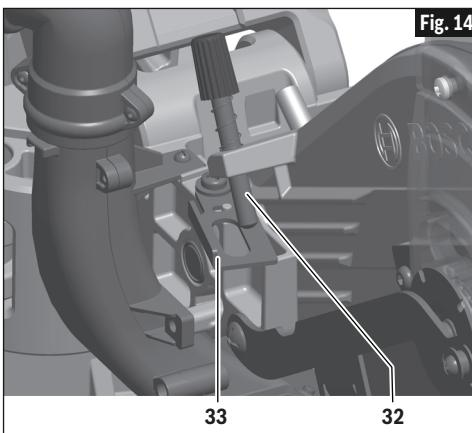

Fig. 14
2. Tirez sur la plaque de butée pour la profondeur de coupe afin de la faire sortir de la tête de la scie (Fig. 14).